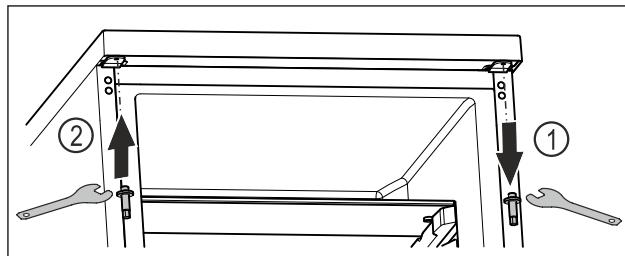

Fig. 15
- S ključem z zunanjim šestkotnikom odvijte zgornji sornik. Fig. 15 (1)
- S ključem z zunanjim šestkotnikom trdno privijte sornik na nasprotni strani. Fig. 15 (2)